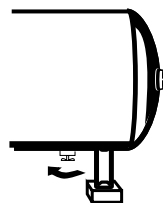

Figure 5 - Ouvrir le Robinet de Purge
- a. Ouvrir le robinet de purge sur le réservoir et faire fonctionner le compresseur pendant 60 minutes. (Voir la Figure 5).
Purger le réservoir (voir la Figure 5)	●